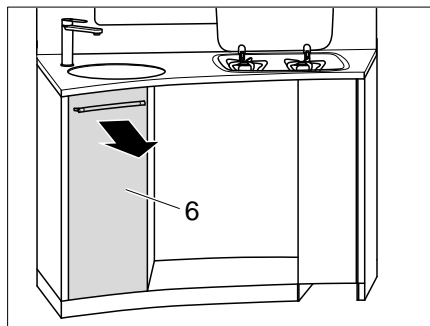

Bild 124 Hohe Küchenschublade herausnehmen
- Hohe Küchenschublade (Bild 124,6) herausnehmen.